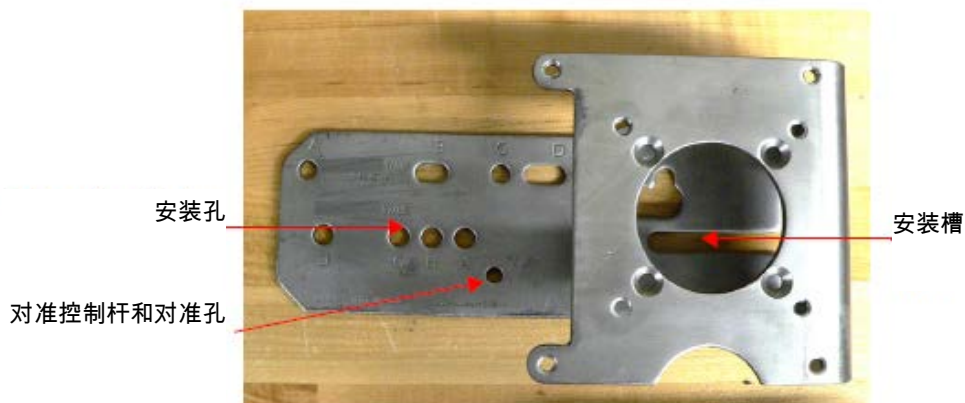

图 15 确保位置线性度
12. 确保可调套筒螺母杆与阀杆平行。在阀门处于关闭位置时，检验反馈杆孔与支架对准孔的对准情况。参照合适孔检查支架安装（图 15）。